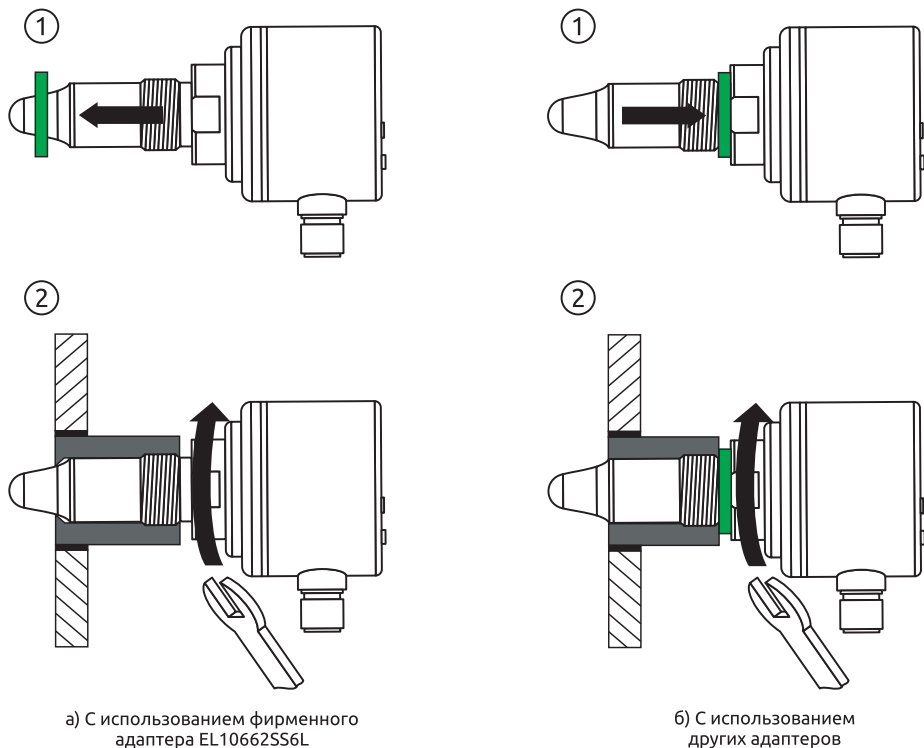

Рисунок 3 - Монтаж датчика в адаптер
Не допускается при монтаже датчиков прикладывать механические усилия к электрическому разъему. Датчик вкручивается в адаптер только с использованием гаечного ключа (рисунок 3), прикладывая усилие не более 35 Н·м непосредственно к гайке штуцера.
- При использовании фирменного адаптера EL10662SS6L, установка датчика осуществляется без внешнего уплотнительного кольца (см. рисунок 3, а). При этом необходимо соблюдать рекомендованное усилие вкручивания, чтобы не повредить сенсор. Установка датчика в другие адаптеры осуществляется с внешним уплотнительным кольцом (см. рисунок 3, б).